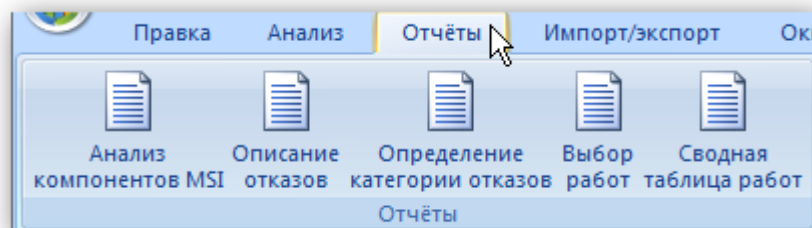

Рис. 11-38 – Панель «Отчеты» для видов возможных отказов
- 2) Выбрать нужный отчет на вкладке «Отчеты» (рис. 11-38).